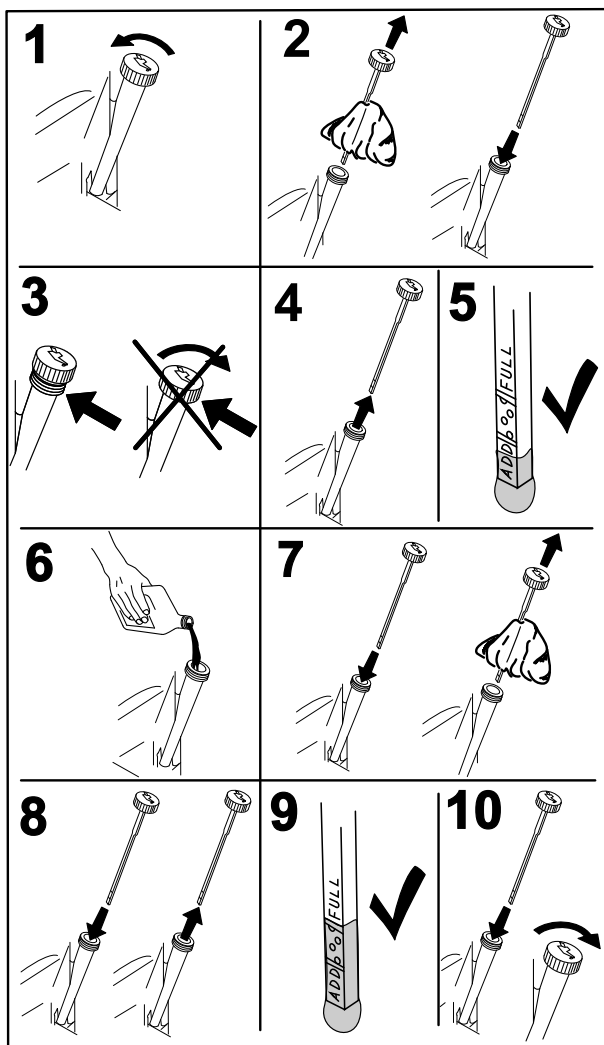

Figure 29
4. Avant de quitter la position de conduite, coupez le moteur, enlevez la clé de contact et attendez l'arrêt de toutes les pièces mobiles (Figure 29).